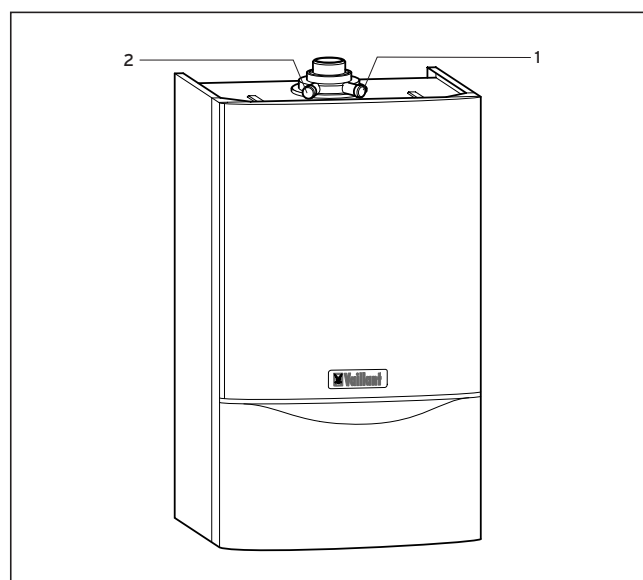

Fig. 3.12: Punti di misura per l'analisi di combustione
- Eseguire le misure di rendimento utilizzando la presa fumi (1) e aria (2), (fig.3.12).